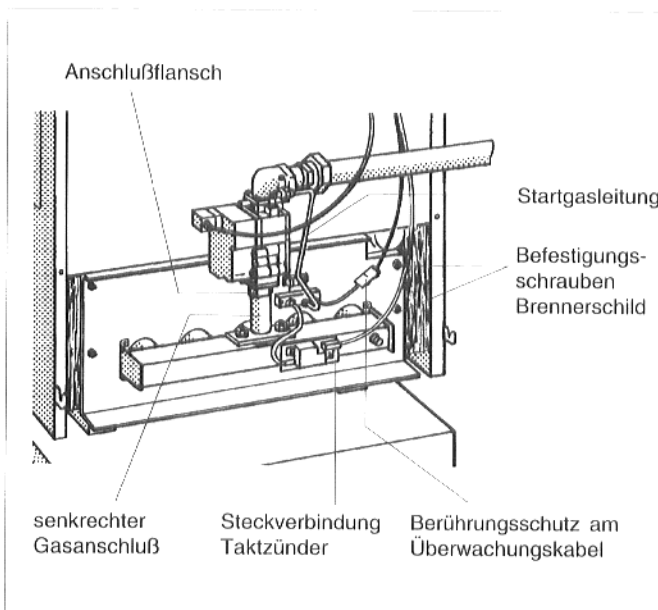

Abb. 2: G224 LP vor Umrüstung
- Die vier Schrauben am Anschlußflansch unterhalb der Armatur lösen (Abb. 2).
- Startgasleitung am Startbrenner lösen (Abb. 2).
- Steckverbindung am Taktzünder lösen (Abb. 2).
- Berührungsschutz am Überwachungskabel entfernen und Steckverbindung lösen (Abb. 2).
- Befestigungsschrauben am Brennerschild lösen und Gasbrenner herausnehmen (Abb. 2).
- Gasbrenner mit dem neuen Gasbrenner vergleichen: befindet sich der senkrechte Gasanschluß mit der Armatur an der gleichen Position auf dem Gasverteilerbalken (Abb. 2)?